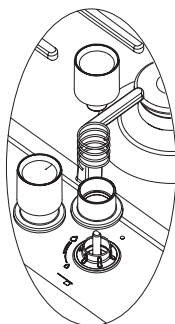

Figura 4
1. Colocar os queimadores do fogão na posição baixa e puxar para fora os botões de controlo do fogão no painel de controlo. (Ver figura 4).